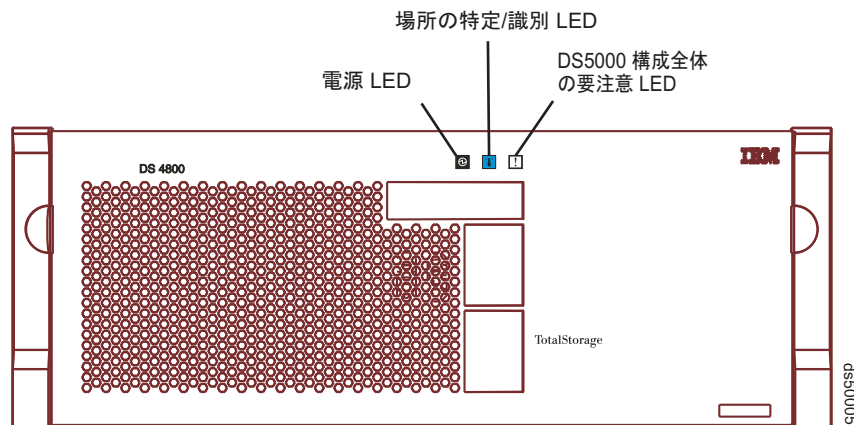

図 128. DS5100 または DS5300 の前面ベゼルにある構成全体の要注意 LED
2. ストレージ・サブシステムの前面ベゼルにある構成全体の要注意 LED を調べて、障害のある電源機構およびファン・ユニットが含まれているストレージ・サブシステムを突き止めます。(図 128 に、前面ベゼルにある構成全体の要注意 LED の位置を示します。)